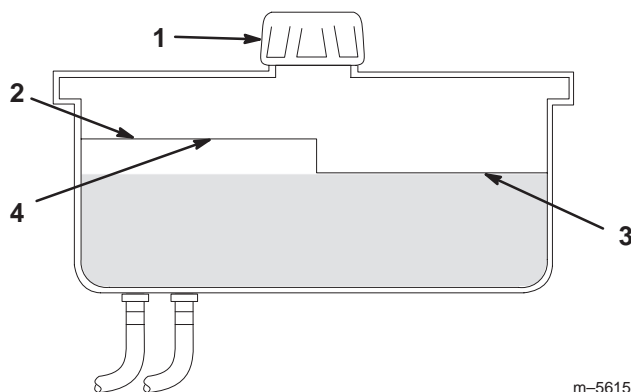

Figure 41
2. Nettoyez la surface autour du goulot de remplissage du réservoir hydraulique (Fig. 41).
3. Enlevez le bouchon du goulot de remplissage et vérifiez si le réservoir contient du liquide (Fig. 41).
Remarque : Lorsque l'huile est chaude, le niveau de liquide doit atteindre le haut du repère **à chaud** sur le déflecteur (Fig. 41).